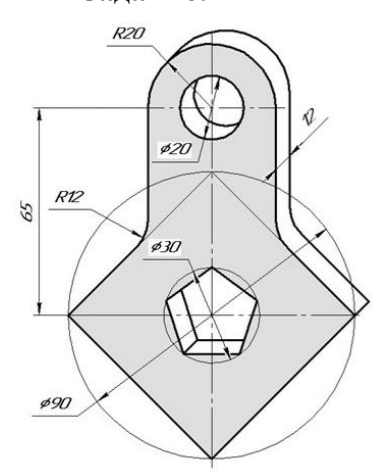

Рисунок 19 - Сопряжение
2. Вычертите главный вид детали, применяя правила построения сопряжений, рис.19.